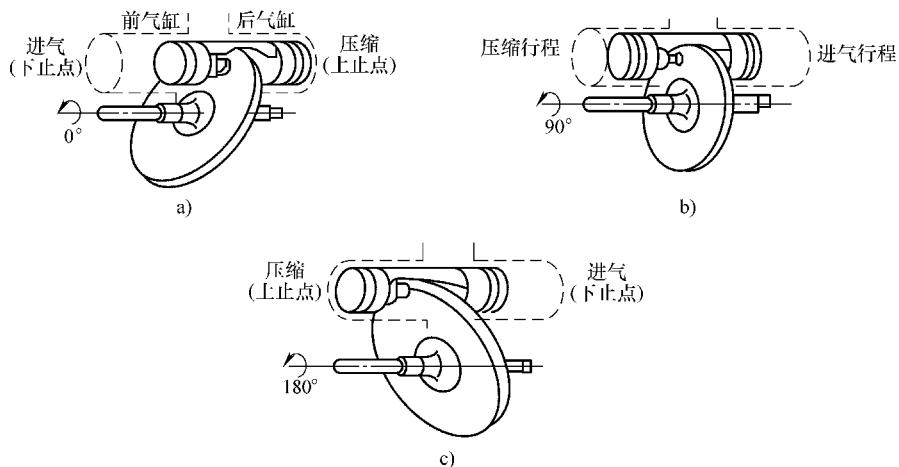

图 7-14 回转斜盘活塞压缩机工作原理
2) 工作原理。图 7-14 所示为回转斜盘活塞压缩机工作过程。